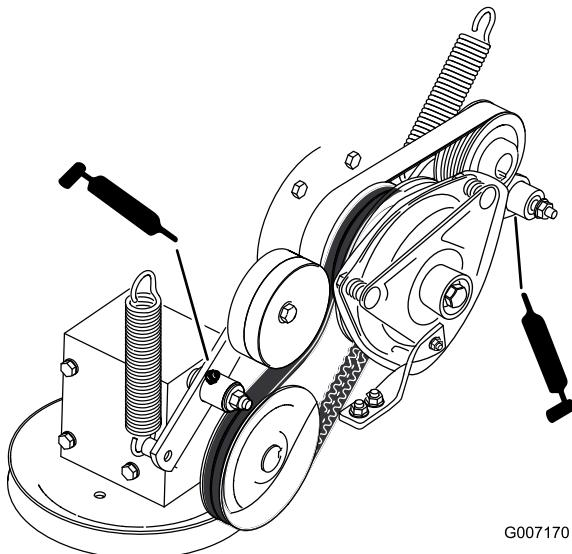

Figure 34
8. Graissez le bras de la poulie de tension de la courroie d' entraînement de PDF (Figure 34).
9. Graissez le bras de la poulie de tension de la courroie de pompe (Figure 34).